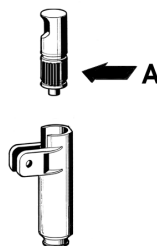

figure 2
- 2 Lubrifiez le piston robinet (dans la zone A indiquée sur la figure 2) uniquement avec la graisse à usage alimentaire.